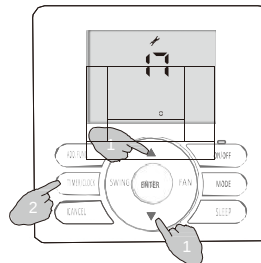

Рис. 5
2. Натисніть «▲» або «▼». Код параметра відповідно збільшуватиметься або зменшуватиметься на 1. Коли відобразиться значення 17, натисніть кнопку TIMER/CLOCK (ТАЙМЕР/ГОДИННИК), щоб перезаписати параметр EE внутрішнього блока, при цьому загориться символ «» і почне блимати код параметра EE 00 (див. рис. 5).